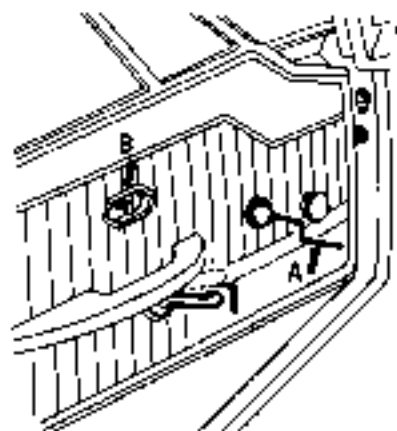

Fig. 20
Le portiere anteriori possono essere entrambe bloccate dall'esterno a mezzo della apposita chiave. Il bloccaggio dall'interno si ottiene spostando all'indietro a livello B la fig. 20.
Comando di emergenza sollevamento cristalli porte. In caso di guasto al comando elettrico di sollevamento cristalli, è prevista una manovella di emergenza, situata nel cassello portante del tunnel, che introduce nell'apposita sede (fig. 20-A); comincerà il sollevamento dei cristalli.
Les portières avant peuvent être toutes les deux bloquées à partir de l'extérieur à l'aide d'une clé appropriée. Le blocaje à partir de l'intérieur s'obtient en replaçant à l'arrière le levier B de la fig. 20.
Commande d'urgence soulèvement vitres portières. En cas de panne de la commande électrique de soulèvement des vitres, on a prévu une manivelle d'urgence située dans le bras porteur documenté du tunnel qui, une fois introduite dans son siège approprié (fig. 20-A) commande le soulèvement des vitres.
The front doors can both be locked from outside by means of the key provided. From the inside, the doors are locked by moving the lever B (Fig. 20) backward.
Emergency control for opening of windows in the event of a breakdown of the electrical window-raising system, use should be made of the emergency handle stowed in the locker on the gearbox tunnel. When inserted as in Fig. 20-A, this handle will operate the windows.
Beide vorderen Wagenluken können von Außen geschlossen werden; hierzu ist ein besonderer Schloesse vorgesehen. Die Blockierung der Tuere, von innen, erfolgt durch Hueckwaertsverstellung des Hebels B der Abb. 20.
**Notkueuerung fuer Scheibenheber.** Bei Ausfall der elektrischen Scheibenheber Steuerung, ist eine Handkurbel vorgesehen. Diese Fensterkurbel befindet sich im Aufbewahrungstach und durch Einfuegung dieser Kurbel, in die eigene vorgesehene Bohrung, (Abb. 20-A) kann der Hebevergang der Fenster durchgefuehrt werden.